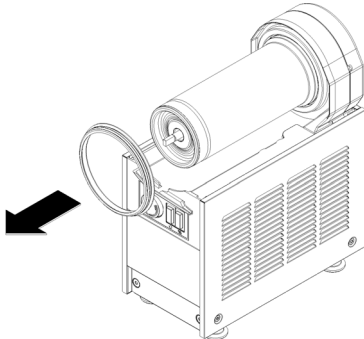

**figura 9**
**5** Sfilare dall'evaporatore la spirale esterna (vedere figura 8) e successivamente il giunto esagonale (vedere figura 9).